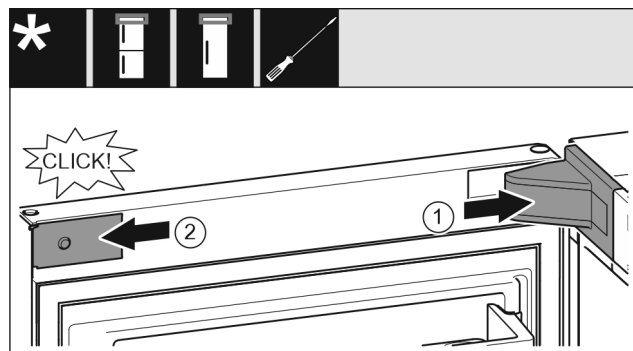

Fig. 25
- ▶ Nasadte a zaklapněte kryt stojanu ložiska Fig. 25 (1), příp. opatrně přitlačte od sebe.
- ▶ Z boku nasadte zásepku Fig. 25 (2) a zaklapněte.